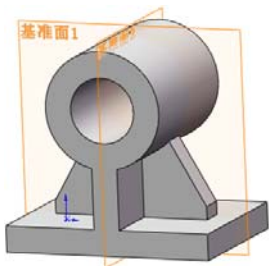

图 4-79 镜像的图形
**23** 设置视图方向。单击“视图”工具栏中的“旋转视图”图标，将视图以合适的方向显示，结果如图 4-79 所示。